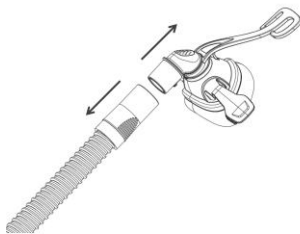

图 3-10
(2) 分别握住管路的设备端连接头和面罩的弯管连接头，按图 3-10 所示方向，轴向用力，使其断开连接。